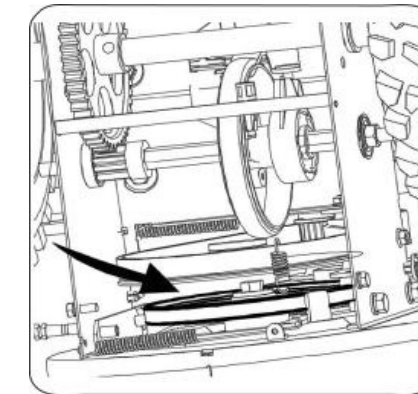

Рисунок 25
5. Снять ремень со шкива шнека и пропустить его между опорной скобой и шкивом шнека. Смонтировать ремень шнека в обратном порядке, следуя инструкциям (см. рис. 25).